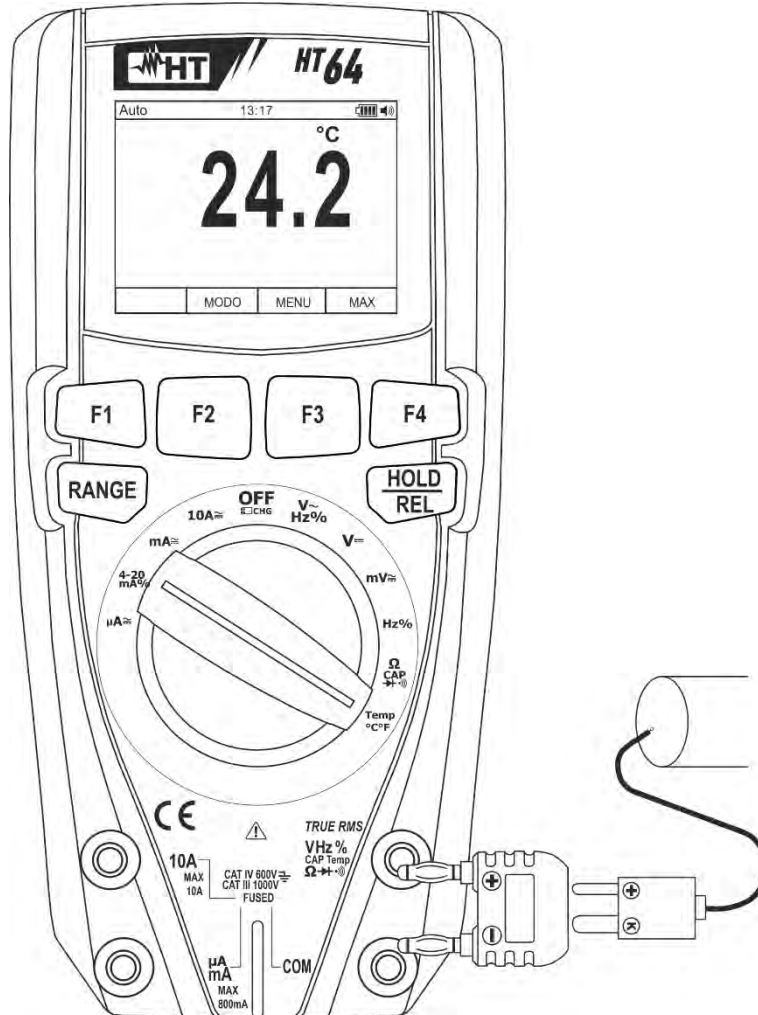

Abb. 28: Verwendung des Gerätes für Temperaturmessung
3. Stecken Sie den mitgelieferten Adapter in die Eingangsbuchsen **VHz%CAPTemp Ω→+•••** (Polarität +) und **COM** (Polarität -) (siehe Fig. 28).